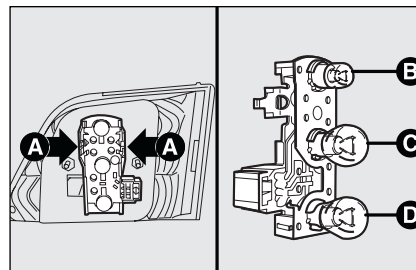

fig. 35
- ☐ premir para dentro as aletas laterais **A-fig. 35** de bloqueio do porta-lâmpadas de modo a extraí-lo da sua sede;